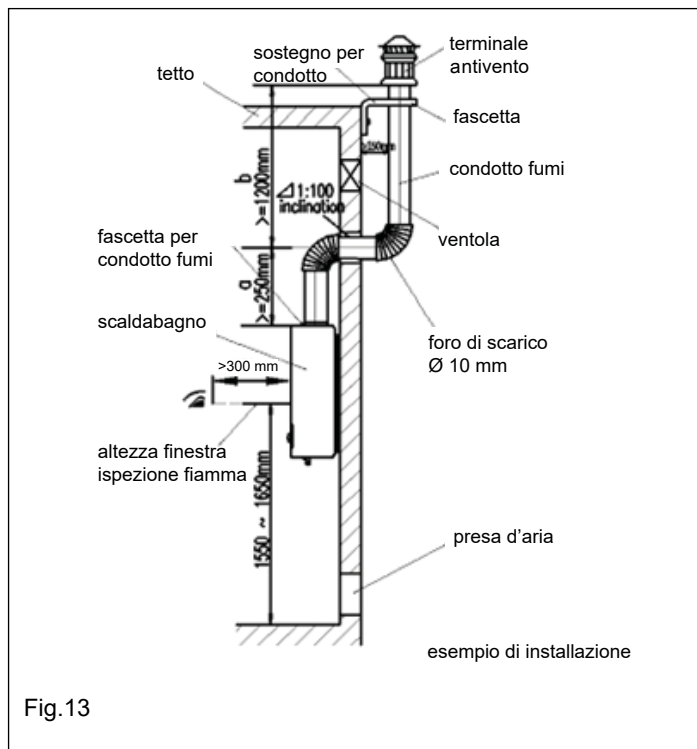
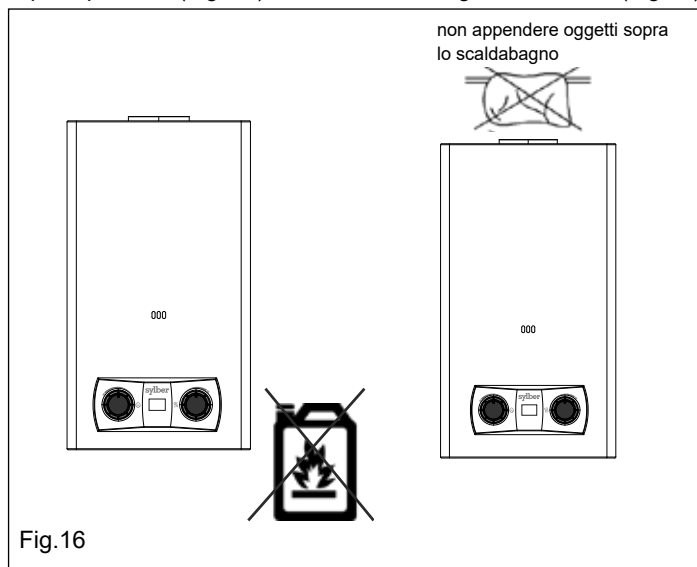

Fig.13
Fig.16
Essendo questo apparecchio del tipo B11Bs è previsto il collegamento a canna fumaria (Fig.13). I requisiti dettagliati sono i seguenti:
- All'uscita della canna fumaria può essere fissato terminale antivento (non fornito), che non dovrà essere ostruito. Per prevenire l'ostruzione del condotto, è obbligatorio installare rigorosamente il condotto di scarico secondo la Fig.13. È molto importante mantenere la dimensione $1450\text{mm} \leq a + b \leq 1850\text{mm}$. La tenuta del collegamento del condotto della canna fumaria deve essere buona. Dopo l'installazione del condotto, verificare che l'apparecchio possa funzionare normalmente. Se il condotto della canna fumaria deve attraversare materiali combustibili o una parete, è necessario utilizzare il materiale dello scudo termico per riempire il condotto della canna fumaria con uno spessore superiore a 20 mm.
- Non collocare materiali, soprattutto infiammabili, sotto, vicino, , sopra il prodotto (Fig. 16) e non bloccare l'ingresso dell'aria (Fig.13).
- Per lo scarico dei prodotti della combustione è necessario installare una canna fumaria come mostrato in Fig.13, mantenendo pulita l'aria all'interno dell'ambiente.